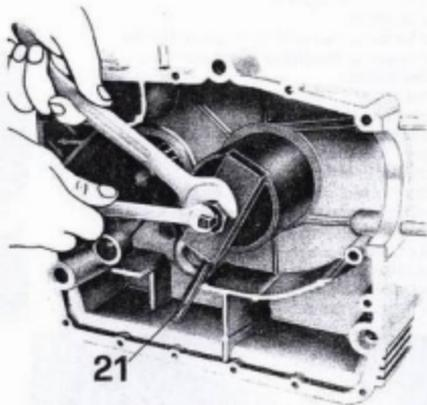

Abb. 19
- der Außenring des Lagers für die Kurbelwelle, mittels des entsprechenden Werkzeugs Nr. 25907000 (21 aus Abb. 19).